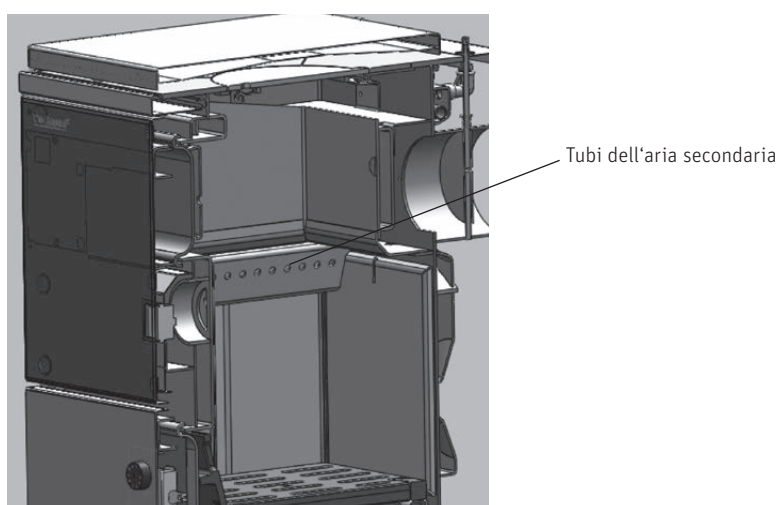

Fig.10 Camera di riempimento
- La camera di riempimento può essere riempita al massimo fino al bordo inferiore dei tubi dell'aria secondaria – Fig. 10.